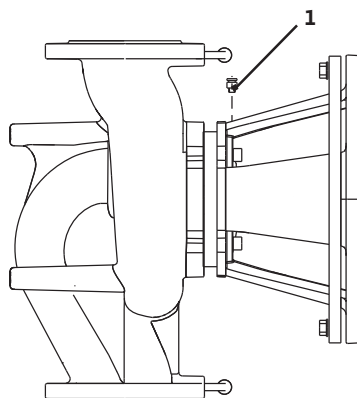

Fig. 40: Õhutusventiil
- Eemaldage pumpadest õhk, avades õhutusventiilid (Fig. 40, pos. 1). Kuivalt töötamine rikub pumba liugrõngastihendi. Rõhkude vahe andurist ei tohi õhku eemaldada (purunemisoht).